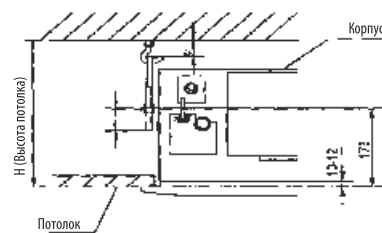

Рис. 17
Длину можно вычислить по рис. 17.
- 1 Нижняя часть блока должна быть утоплена на 10–12 мм в потолок (см. рис. 17).